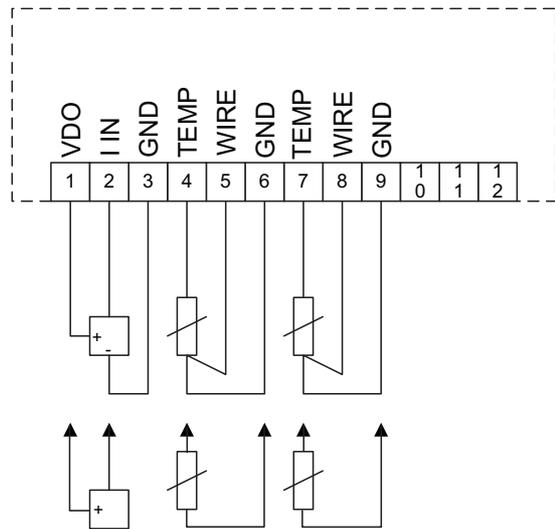

Рис. 2 Схема соединений, MCB 114
4. Подключите сигнальные кабели и закрепите их с помощью полосок экранированного кабеля. См. рис. 2.